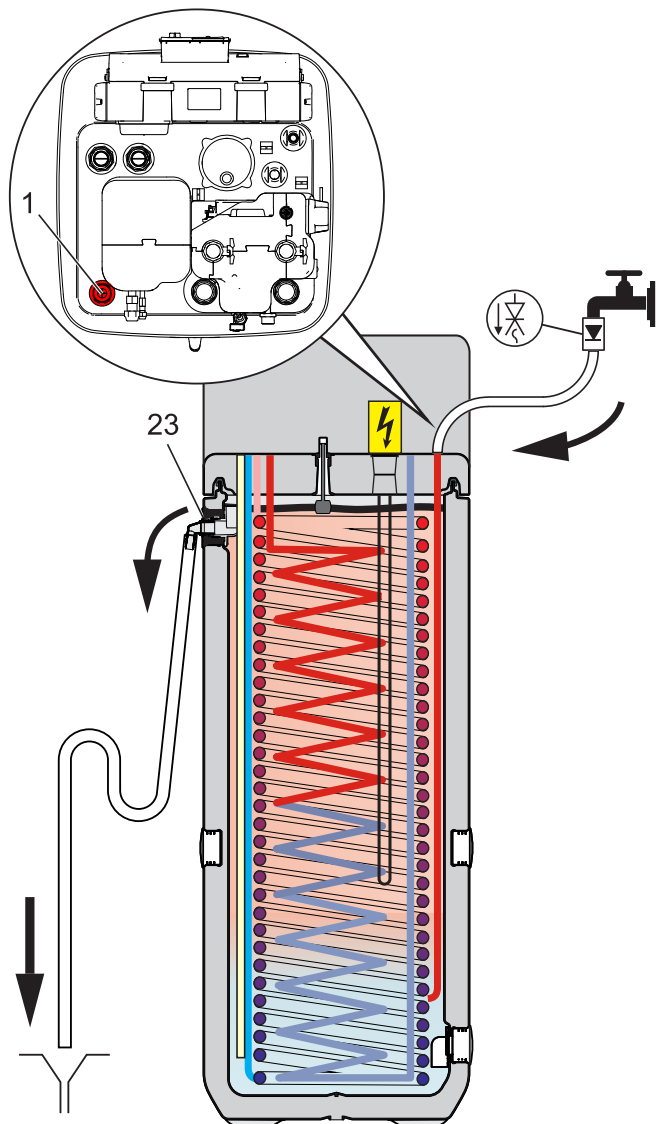

Bild 77-1 Påfyllning av buffertackumulator - utan anslutet DrainBack solvärmesystem
- 1 Anslut påfyllningsslangen med återflödesspär (1/2") till anslutning " solvärmertilopp" (Bild 77-1, pos. 1).
- 2 Fyll ackumulatortanken på Daikin Altherma EHS(X/H) tills vatten rinner ut vid överströmningsanslutningen (Bild 77-1, pos. 23) .
- 3 Fyll ackumulatortanken på Daikin Altherma EHS(X/H) tills vatten rinner ut vid överströmningsanslutningen (Bild 77-1, pos. 23) .